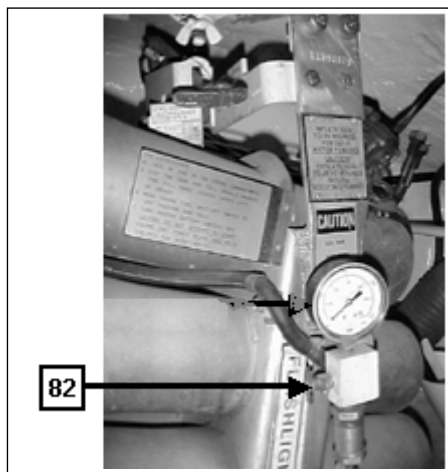

Fig 8-33. Borboleta de vedação da torre
(1) Ligar o motor e esperar aquecer. Não entrar no vau com motor ainda frio.
(2) Ligar a tecla da bomba do porão por 5 segundos, confirmando o seu funcionamento pelo ruído.
(3) Verificar a intercomunicação.
(4) Fechar a borboleta de vedação da torre(82). (Fig 8-33)
(5) Inflar a vedação da torre até atingir a pressão de 25 PSI. A torre já deverá estar travada.
(6) Fechar a escotilha do Aux At.